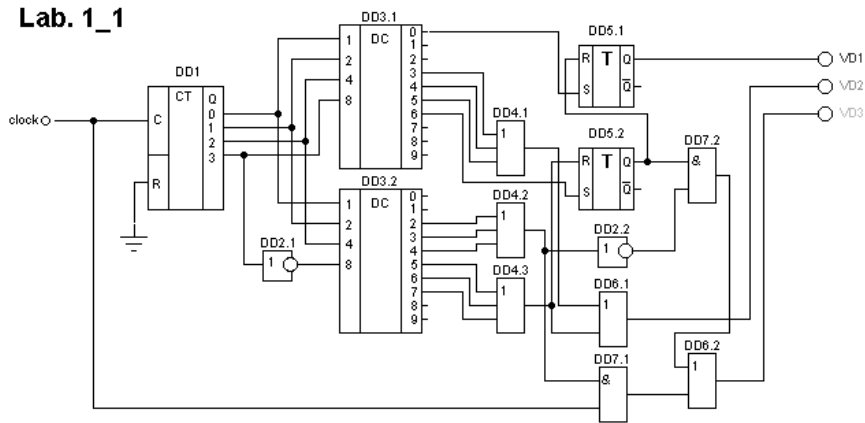

Рис. 12 Принципиальная схема светофора.
1. Разобраться в функционировании схемы светофора (рис. 12).